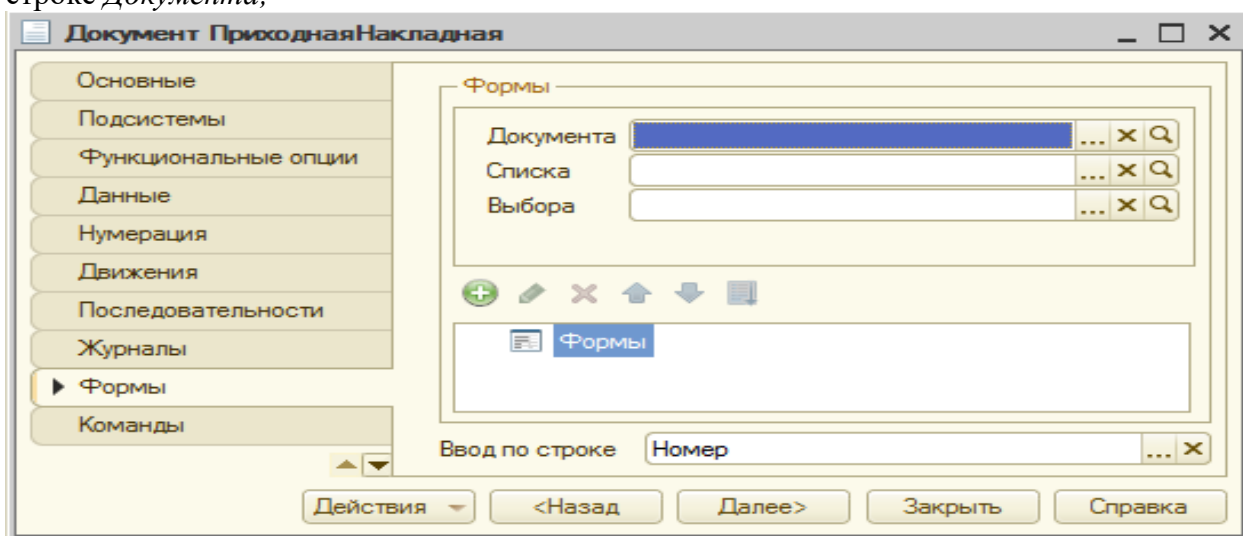

Рис. 36
- щелкните на кнопке с изображением лупы (рис. 36) в группе *Формы* в строке *Документа*;